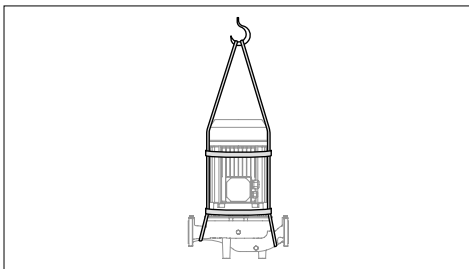

РИС. 1: Підйом насосів 3Е за допомогою троса
УВАГА! ЩОБ ПІДНЯТИ АБО ПЕРЕМІСТИТИ НАСОС З ПРИВОДОМ ВІД ДВИГУНА, ВИКОРИСТУЙТЕ ТРОС, ДОСТАТНЬО МІЦНИЙ, ЩО ВИТРИМУЄ ЙОГО ВАГУ, ДБАЮЧИ ПРО ТЕ, ЩОБ НЕ НАХИЛЯТИ НАСОС НАДТО СИЛЬНО (РИС. 1);
- Викрутіть болт між корпусом насоса та кронштейном двигуна та просто зніміть двигун в осьовому напрямку. Використуйте будь-який підходящий підіймач при підйомі/переміщенні насоса. (РИС. 1)